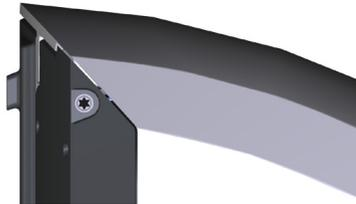

Imagen 2: ubicación de los tornillos Torx T25 para liberar, ajustar y fijar la carcasa
3. Utilice un destornillador Torx m5 (T25) para aflojar los dos tornillos de la parte trasera de la carcasa (ref. imagen 2).